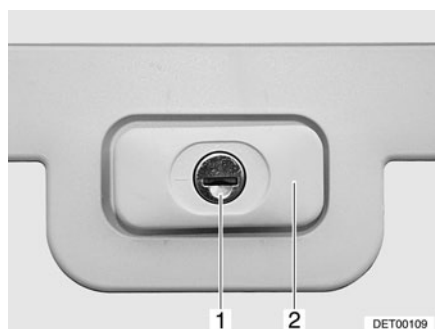

Fig. 31 Cerradura de la trampa, rectangular, cerrada
- Introducir la llave en el cilindro de cierre (Fig. 31,1) y girarla un cuarto de vuelta. El asidero de la cerradura (Fig. 31,2) se abre de golpe.